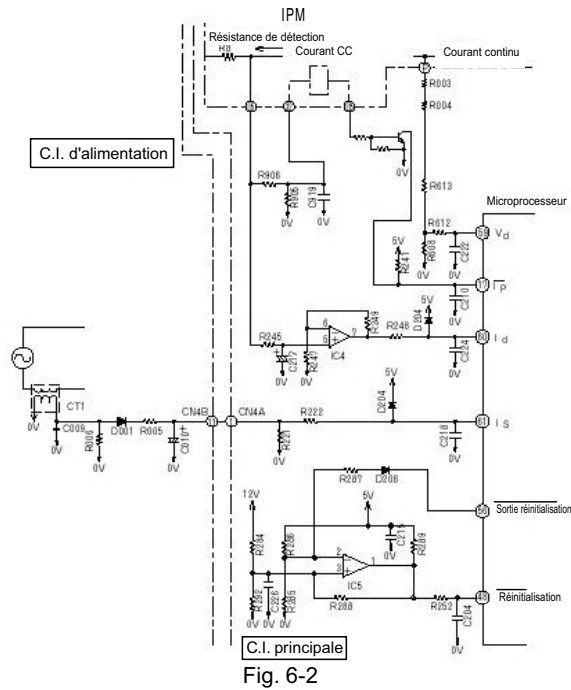

Fig. 6-2
Fig. 6-2. Le filtre, constitué du R245 et C217, élimine les fréquences harmoniques élevées de la tension générée par le courant provenant de la résistance de détection ; R245 et C217 égalisent la tension. Cette tension est ensuite émise en entrée vers la broche IC4 ⑤ et envoyée à la broche ⑥ du microprocesseur. Le microprocesseur compare cette entrée avec la valeur définie et, si l'entrée dépasse la valeur définie, il passe en état de contrôle de surcharge.